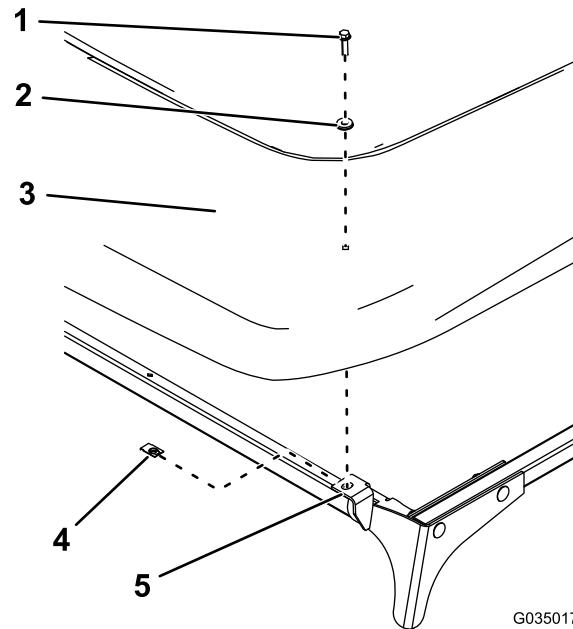

Figura 12
12. Instale a sombra nas placas dianteiras utilizando 2 clipe, 2 anilhas vedantes e 2 parafusos flangeados hexagonais (1/4 x 1"), como se mostra na Figura 12.